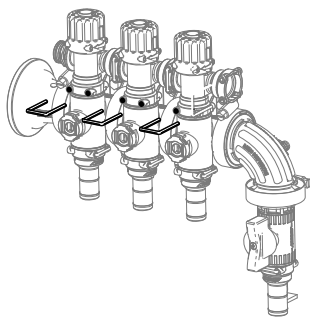

Figura 16
- 1. Instale el grupo de válvulas de los brazos usando las horquillas de retención que se retiraron anteriormente, como se muestra en la Figura 16.